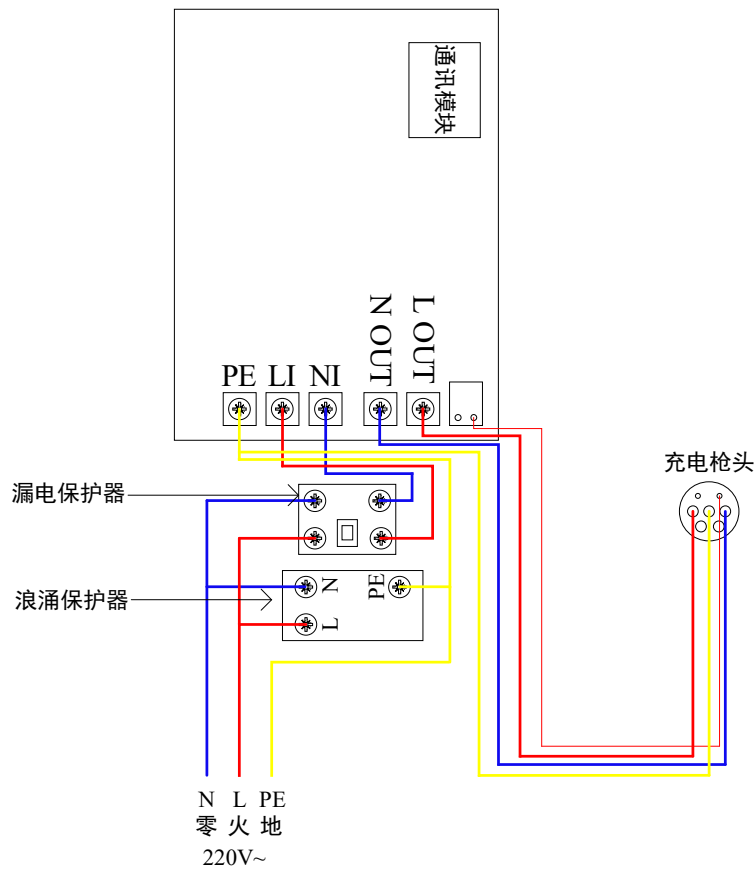

图 5-8 汽车充电桩电气连接图
(9) 零火线先接入设备浪涌保护器的输入端，再接入设备漏电保护器的输入端，地线接到浪涌保护器接地端口，如图 5-8。